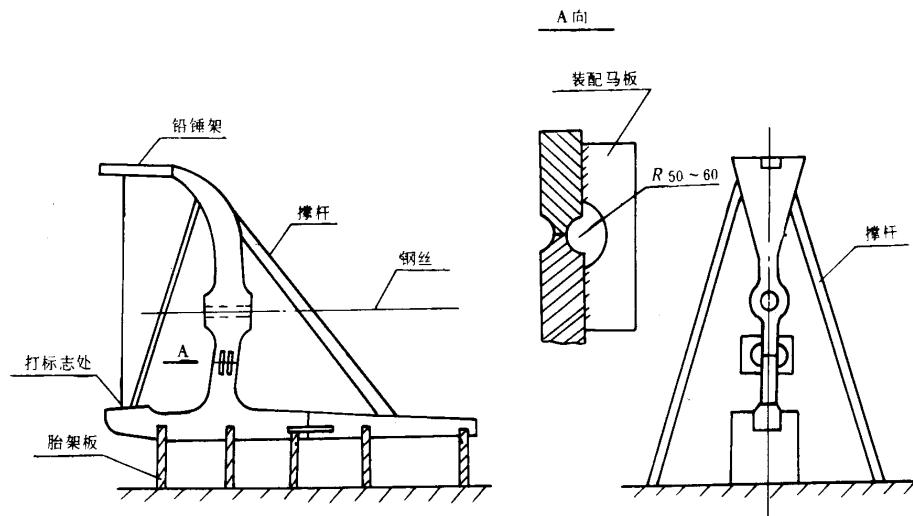

图 4
b. 艄柱竖立后,放在胎架板上,左右用撑杆拉牢,安装铅锤架,在铅锤点处打上标志,见图4。也可用经纬仪或激光经纬仪进行监测。